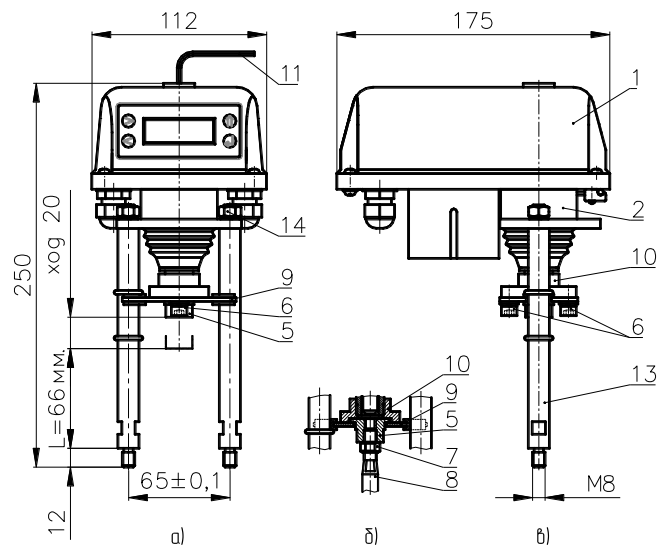

Рисунок 1. ВЭП-225-3000/63-20-220В
- электропривод (см. рис.1 – поз.1);
- винтовая передача (см.рис.1 – поз.2).
Габаритные размеры, мм, не более	См. рисунок 1